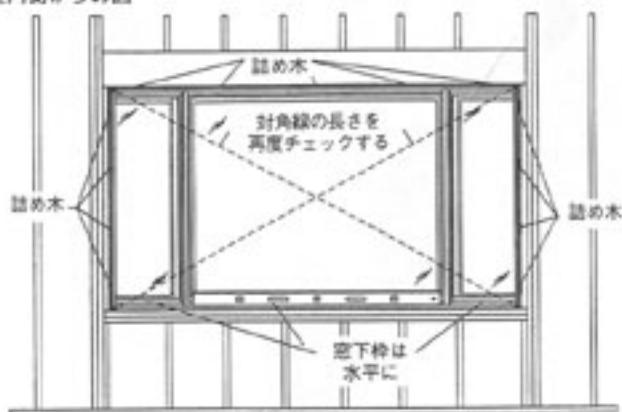

図9
10.室内側の対角寸法を再度測ります。ボウ／ペイユニットの水平・垂直と、サッシュもスムーズに作動することを確認したら、窓上枠、窓枠、下枠とヘッドボード、シートボードに約380mm間隔で詰め木してください。この時、詰め木は、各コーナーからは、必ず100mm～150mm離して入れてください。手順8すでに入れてある場合は、その間に詰め木します（図9）。